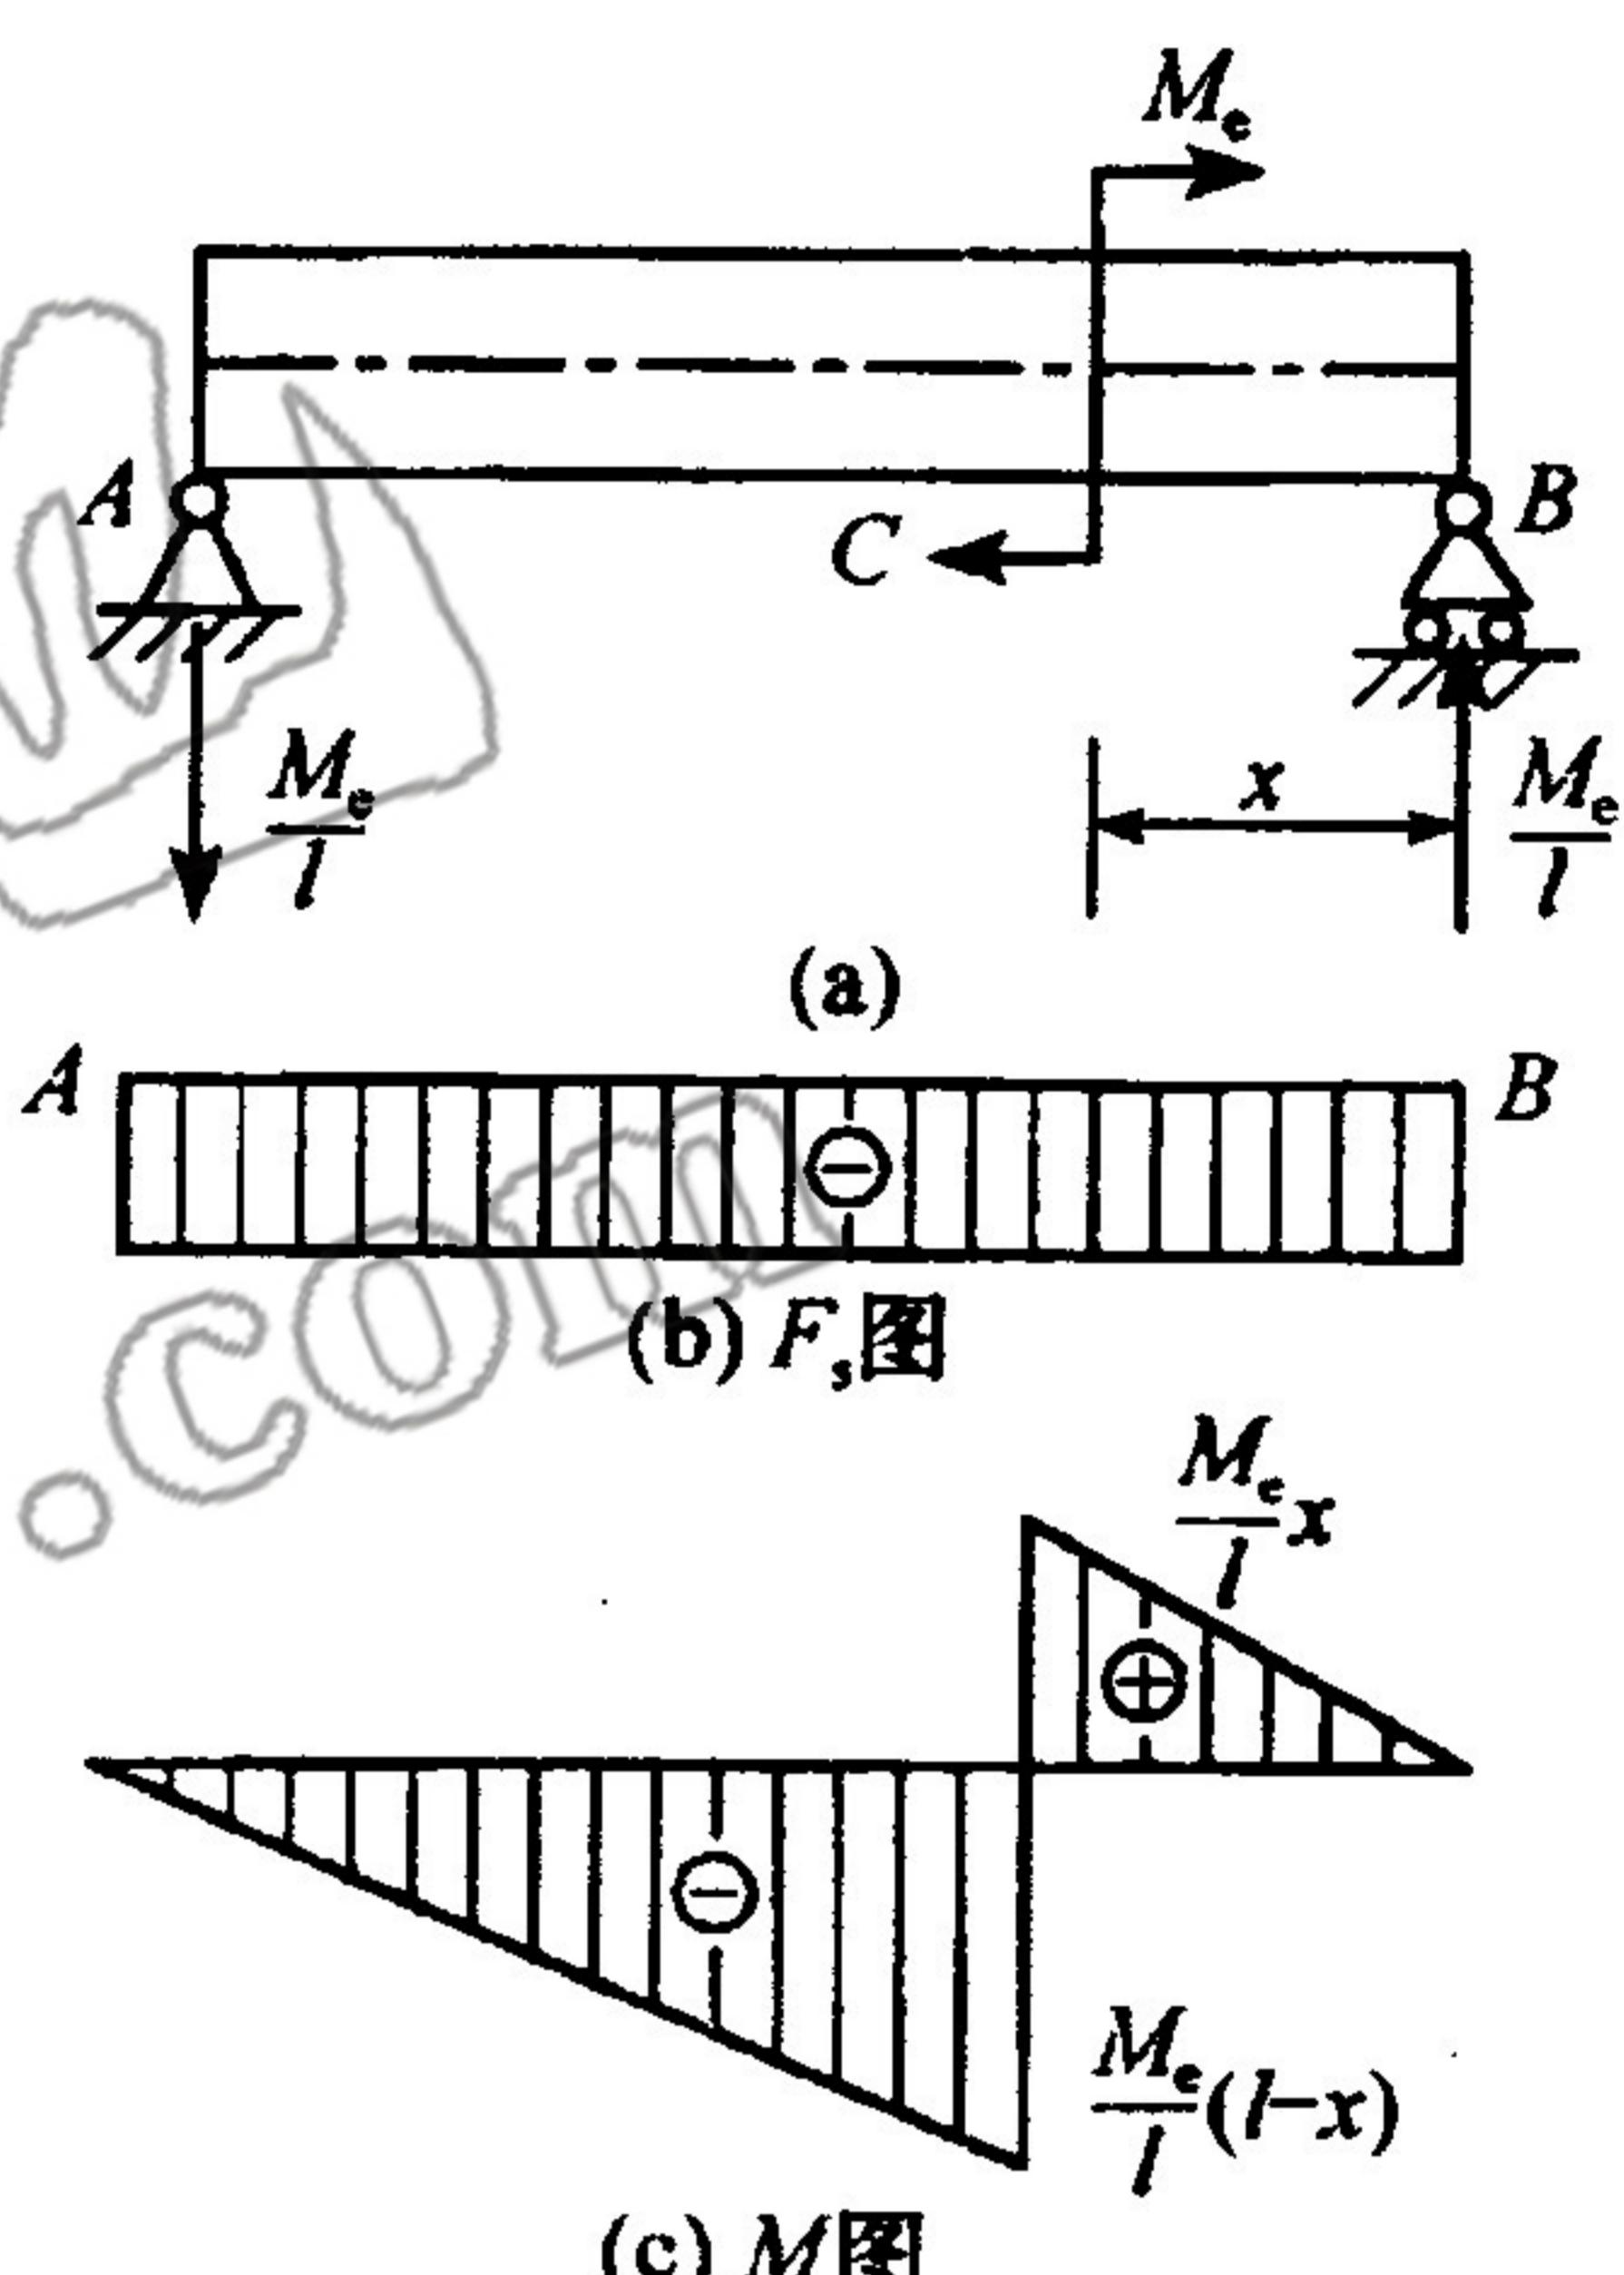
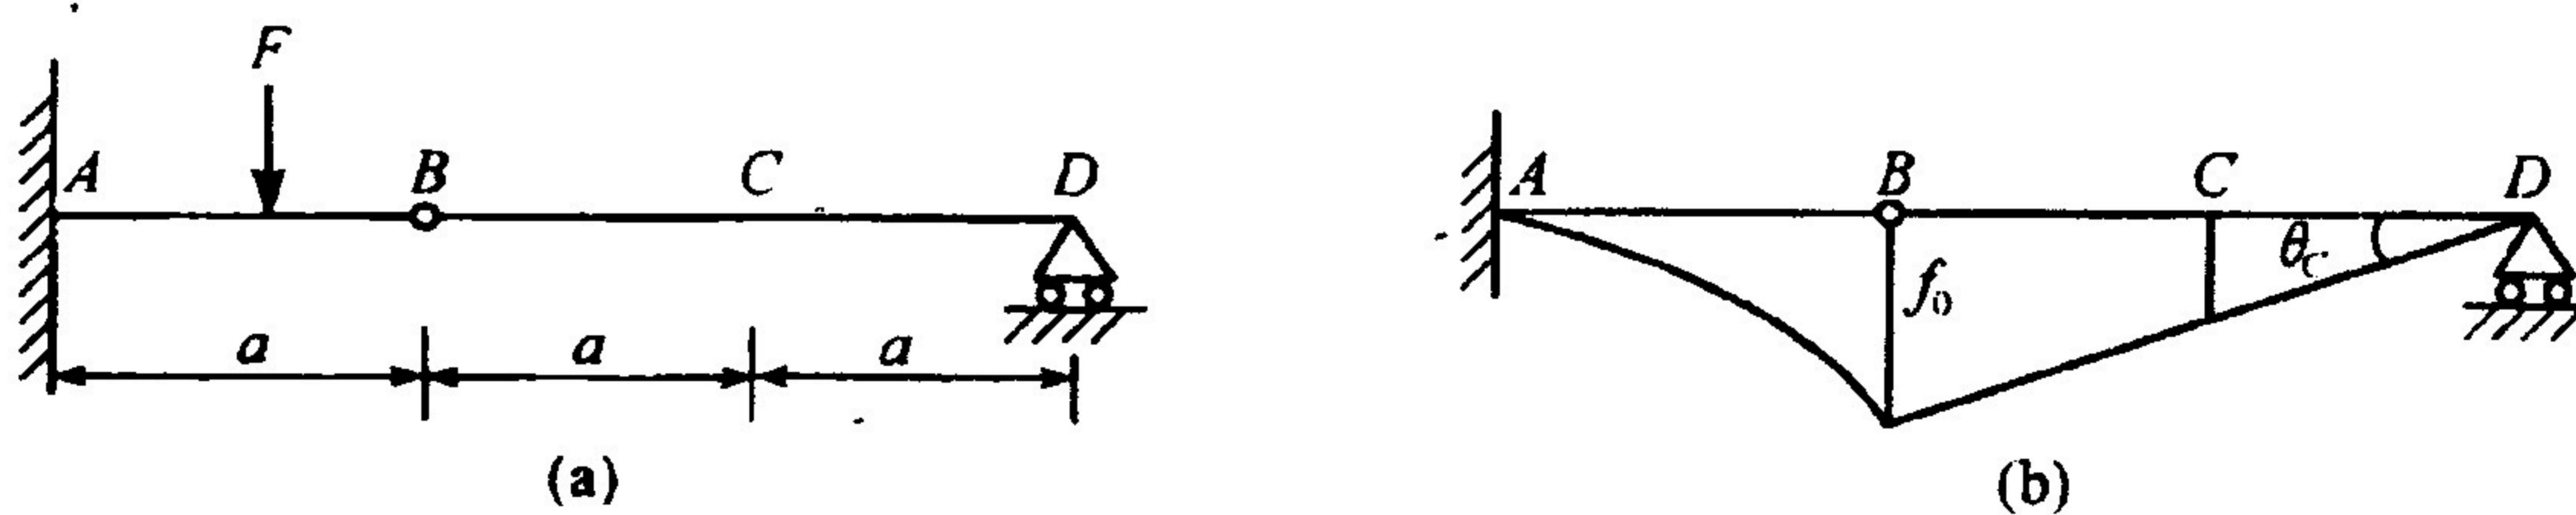

图 7.4
图 7.6
6. 图 7.4 所示矩形截面简支梁承受集中力偶 M_e ,当集中力偶 M_e 在 CB 段任意移动,AC 段各个横截面上的()
8. 图 7.6 所示静定梁,若已知截面 B 的挠度为 f_0 , 则截面 C 的挠度 f_C 和转角 θ_C 分别为()
6. (A) 设 AB 梁长为 l , M_e 距 B 支座为 x , 作弯矩图如图 7.4(b) 在 M_e 作用面突变值为 $\frac{M_e}{l}x + \frac{M_e}{l}(l-x) = M_e$, 整个梁上剪力大小相同(图 7.4(b))故最大切应力不变($\tau_{\max} = \frac{F_s S_{\max}}{I_z b}$), 当 x 越小时, 负值弯矩越大, $\sigma_{\max} = \frac{M_{\max}}{W}$ 中最大正应力将增大, 故选 A。
7. (D) 当悬臂梁上受均布载荷 q 作用时, 其端部的转角为 $\frac{ql^3}{6EI}$, 图示情形只需将 $l_1 = \frac{l}{3}$, $l_2 = \frac{2l}{3}$ 代入即得 $\theta_{B1} = \frac{ql^3}{27 \times 6EI}$, $\theta_{B2} = \frac{8ql^3}{27 \times 6EI}$, 故 $\theta_{B2}/\theta_{B1} = 8$, 选 D。
8. (B) 作变形后挠曲线如图 7.6(b) 所示, 由比例关系知 $f_C = \frac{1}{2}f_0$, BCD 段转过的角度即为 $\theta_C = \frac{f_0}{2a}$, 故选 B。
9. (B) 将单元体旋转, 则已知 $\sigma_x = \sigma_y = 0$, $\tau_{xy} = -\tau_0$, $\tau_{yx} = \tau_0$, $\alpha = 45^\circ$, 则